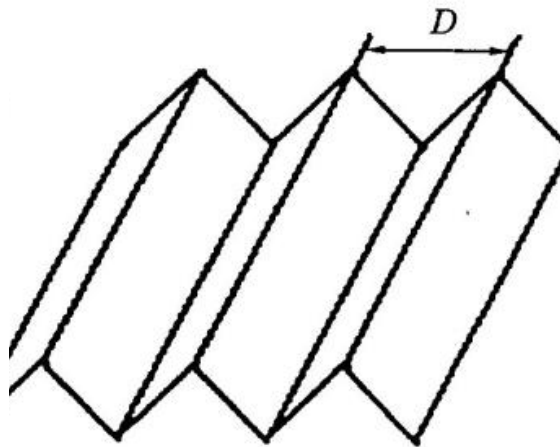

Рисунок 29.1 – Фасетированная поверхность
Фасетирование поверхности представляют собой образование микроскопические упорядоченных «холмов» и «канавок» на поверхности, которые имеют определённый период повторения D (рисунок 29.1).
1. Если материал смачивает подложку, образуется однородное покрытие (рисунок 29.1, а);
2. Если материал не смачивает подложку, изолированные кластеры образуются в канавках на фасетированной поверхности (рисунок 29.1, b,c) ;
3. При большой толщине покрытия, холмы на поверхности осаждаемого материала, образуются над канавками подложки. В результате возникает непрерывный слой с модуляцией толщины (рисунок 29.1, d).